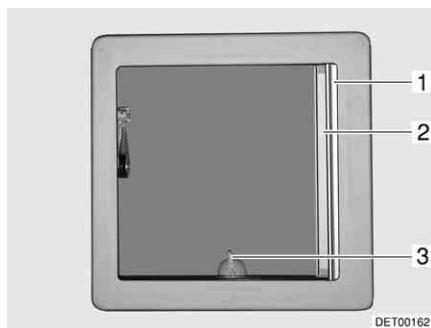
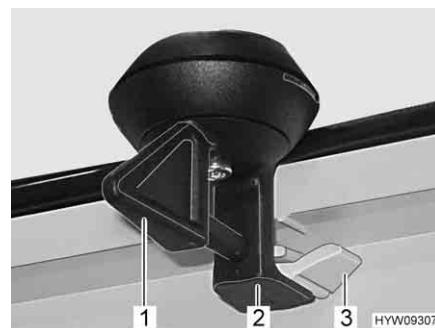

Fig. 33 Oblò inclinabile
Fig. 34 Bloccaggio (oblò inclinabile)
- Ruotare la leva (Fig. 33,3 o Fig. 34,1) di un quarto di giro.
- Girare la leva di un quarto di giro. Il bloccaggio (Fig. 34,2) deve entrare nell'aggancio inferiore (Fig. 34,3).
- Tirare la tendina oscurante pieghevole (Fig. 33,1) fino alla posizione desiderata e rilasciare. La tendina oscurante pieghevole rimane in questa posizione.
Chiusura: ■ Estrarre la zanzariera a rullo (Fig. 33,2) fino a quando non scatta il blocaggio dalla parte opposta.